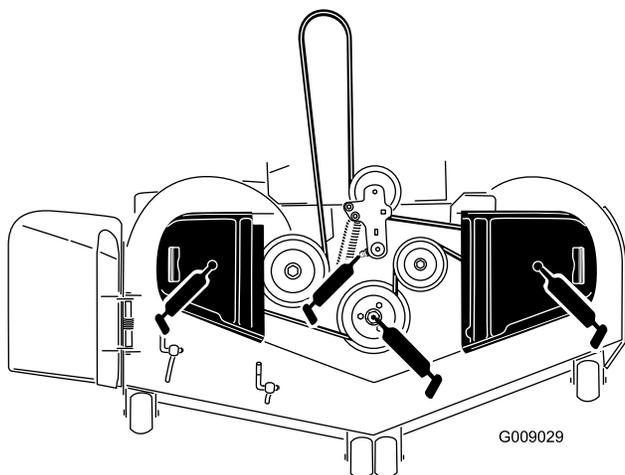

Figure 42
- Graissez le pivot de la poulie de tension du tablier de coupe jusqu'à ce que la graisse ressorte par le bas (Figure 42).
- Lubrifiez les roulements des trois axes jusqu'à ce que la graisse ressorte (Figure 42).
- Graissez le bras de la poulie de tension de la courroie d'entraînement (Figure 42).